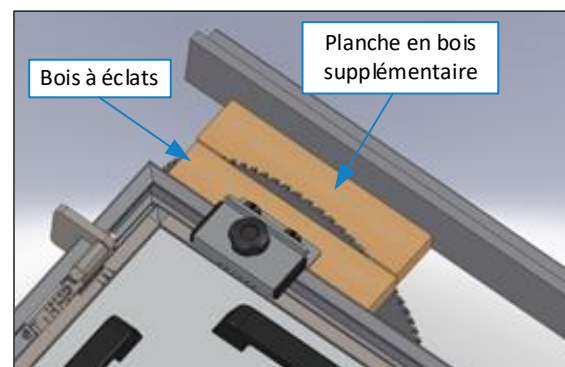

Figure 6 : ajuster DSG-D (3)
6. Pousser avec précaution le guide à onglets avec le bois à éclats jusqu'à la lame de scie (voir ⇒ Figure 6).